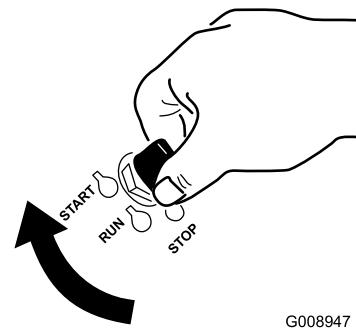

Figura 18
- Girate la chiave di accensione in posizione di AVVIAMENTO (Figura 18).